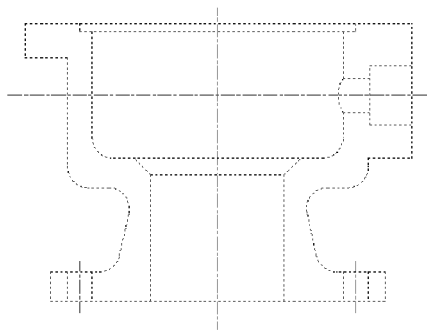

图 6-20 创建面域
2) 单击【绘图】工具栏 | 【面域】按钮, 选择零件图所有的粗实线, 如图 6-20 虚线部分所示, 按回车键, 创建一个面域。